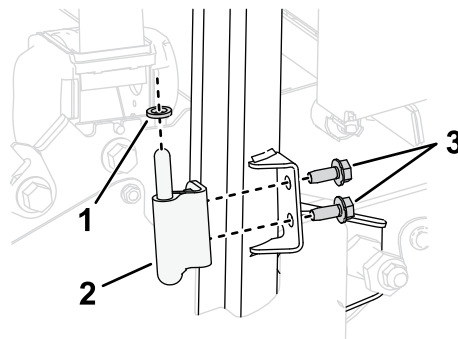

図 7
1. 図 7 のように、2 本のねじ5/16 x 3/4"で、下側蝶番を ROPS チューブのブラケットに仮止めする。